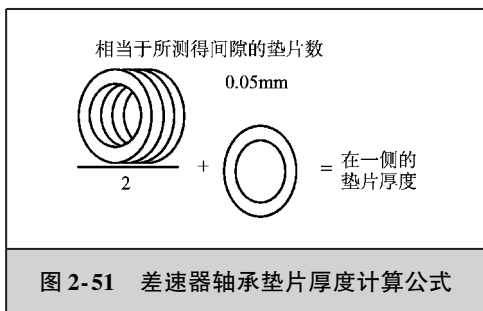

图 2-51 差速器轴承垫片厚度计算公式
2) 计算两侧调整垫片的厚度。即每一端差速器轴承的调整垫片厚度等于塞尺测量总厚度的二分之一再加上 0.05mm。垫片厚度(mm)有 0.05、0.07、0.10、0.20、0.30、0.40、0.50 等 7 种规格,每端可以选择 1 片。也可以选择多片成组使用,如图 2-51 所示。